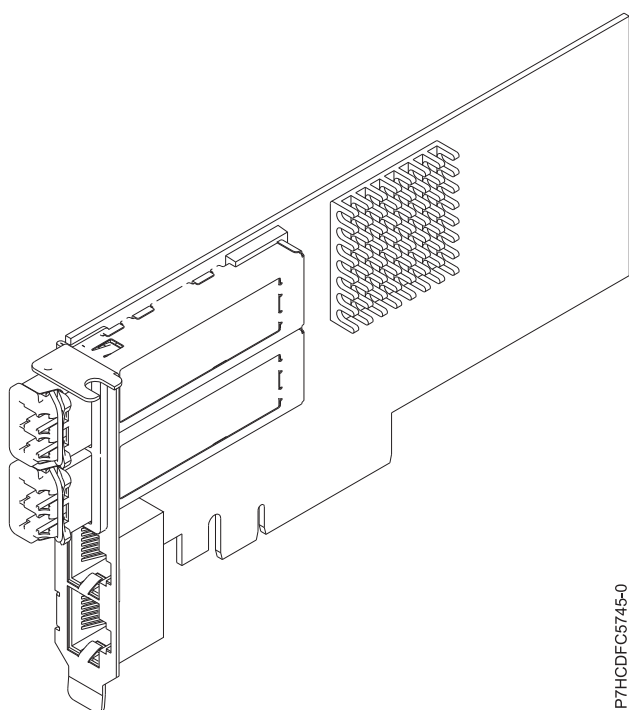

図 74. FC EN0J アダプター
この 4 ポート付きアダプターは、2 個の 10 Gb FCoE SR スモール・フォーム・ファクター・プラグ可能 (SFP+) ポートおよび 2 個の 1 Gb RJ45 イーサネット・ポートを提供します。2 個の 10 Gb FCoE ポートは、リトル・コネクタ (LC) タイプのコネクタによって接続されます。各 FCoE ポートは公称データ速度 10 Gbps (G ビット/秒) のイーサネット接続を提供します。各 1 Gb ポートは、データ速度 1 Gbps でイーサネット接続を提供し、イーサネット・ケーブルによって接続されます。10 Mb データ速度はサポートされません。図 74 は、FC EN0J アダプターを示しています。